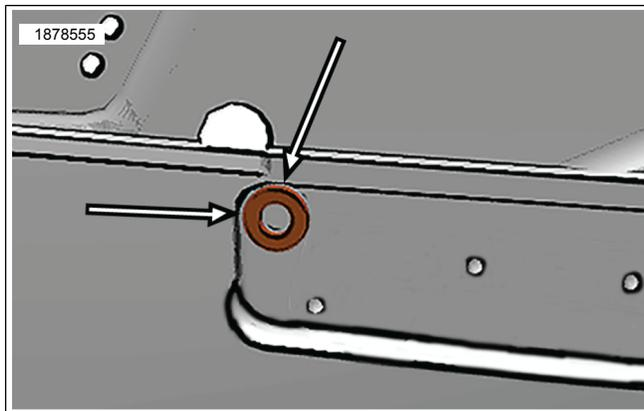

Figure 3. Emplacement du perçage du trou supérieur de la sacoche
- c. Voir la Figure 3. Utilisez la rondelle plate (4) du kit comme guide de perçage en plaçant la rondelle à plat contre la surface de la sacoche de sorte qu'elle soit alignée avec le haut et le côté de la rainure.